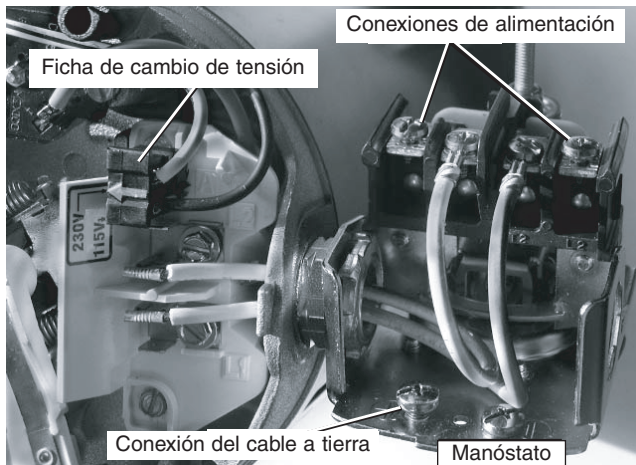

Figura 9: Tensión configurada para 230 voltios, tipo ficha.
4. Conecte los conductores de alimentación a los dos tornillos exteriores en el manóstató según se ilustra en el Figura 9.
5. Conecte el cable a tierra a una de las conexiones a tierra según se ilustra en la Figura 9.